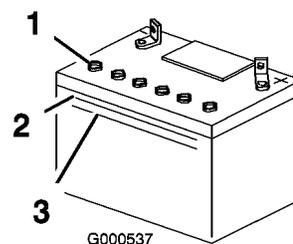

Figure 32
2. Observez le côté de la batterie. Le niveau de l'électrolyte doit atteindre le trait supérieur (Figure 32). Le niveau d'électrolyte ne doit pas descendre au-dessous du trait inférieur (Figure 32).
3. Enlevez les bouchons d'aération de la batterie (Figure 32).
4. Versez de l'eau distillée avec précaution dans chaque élément jusqu'au repère supérieur (Figure 32) sur le côté de la batterie.
5. Attendez cinq à dix minutes après avoir rempli les éléments. Au besoin, ajoutez de l'eau distillée pour amener le niveau jusqu'au repère supérieur sur le côté de la batterie (Figure 32).